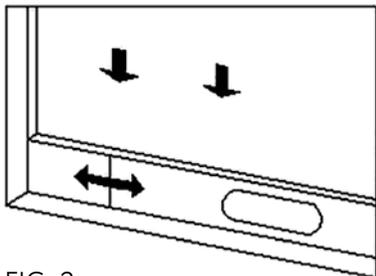
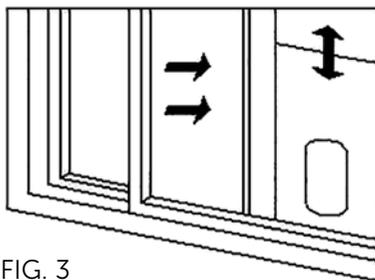

FIG. 2
FIG. 3
- 1) Aprire a metà la finestra e montare il gruppo della piastra di tenuta sulla finestra (come mostrato in Fig.2 e Fig.3). I componenti possono essere posizionati in direzione orizzontale e verticale.